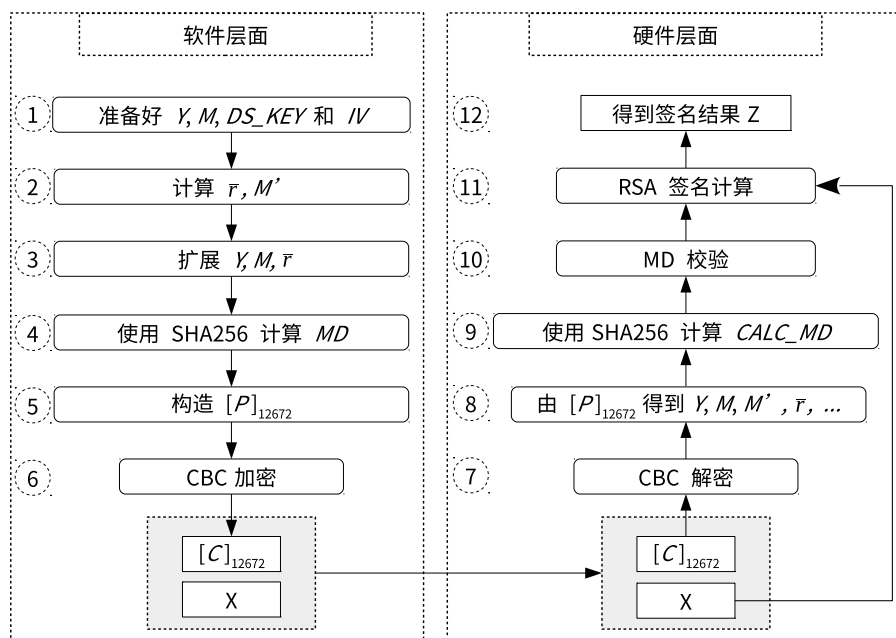

图 22.3-1. 软件准备工作与硬件工作流程
如果用户想使用 DS 模块进行数字签名，软件和硬件必须紧密配合才可以顺利完成，并且软件需要做一系列准备工作，如图 22.3-1 所示。图中左半边给出了在硬件开始 RSA 签名计算之前，软件需要做哪些准备工作。图中右半边展示了硬件在整个签名计算的过程中具体会做些什么。
1. 对于多次签名计算，软件准备工作（图 22.3-1 左侧）只需要进行一次，但对于每一次签名计算，硬件运算（图 1-1 右侧）都需要重新进行。
用户需要依照图 22.3-1 指定的步骤来计算 C 。详细的过程描述如下：
1. 解析阶段，即图 22.3-1 中的步骤 7 和步骤 8
解析过程是图 22.3-1 中步骤 6 的逆过程。DS 模块将调用 AES 硬件加速器以 CBC 块模式对输入的密文信息 C 进行解密，获取明文信息。该过程可以表示为 $P = \text{AES-CBC-DEC}(C, [DS_KEY]_{256}, [IV]_{128})$ ，其中 IV 就是 $[IV]_{128}$ ，由用户直接指定； $[DS_KEY]_{256}$ 由硬件 HMAC 提供，由存储在 eFuse 中的 $HMAC_KEY$ 得到，软件无法获取。请参考章节 21 HMAC 加速器 \(HMAC\) 获取更多信息。
2. 校验阶段，即图 22.3-1 中的步骤 9 和步骤 10
DS 模块会执行两种校验操作：MD 校验和填充 (padding) 校验。由于填充校验和 MD 校验同步进行，因此填充校验不在图 22.3-1 中体现。
3. 计算阶段，即图 22.3-1 中的步骤 11 和步骤 12